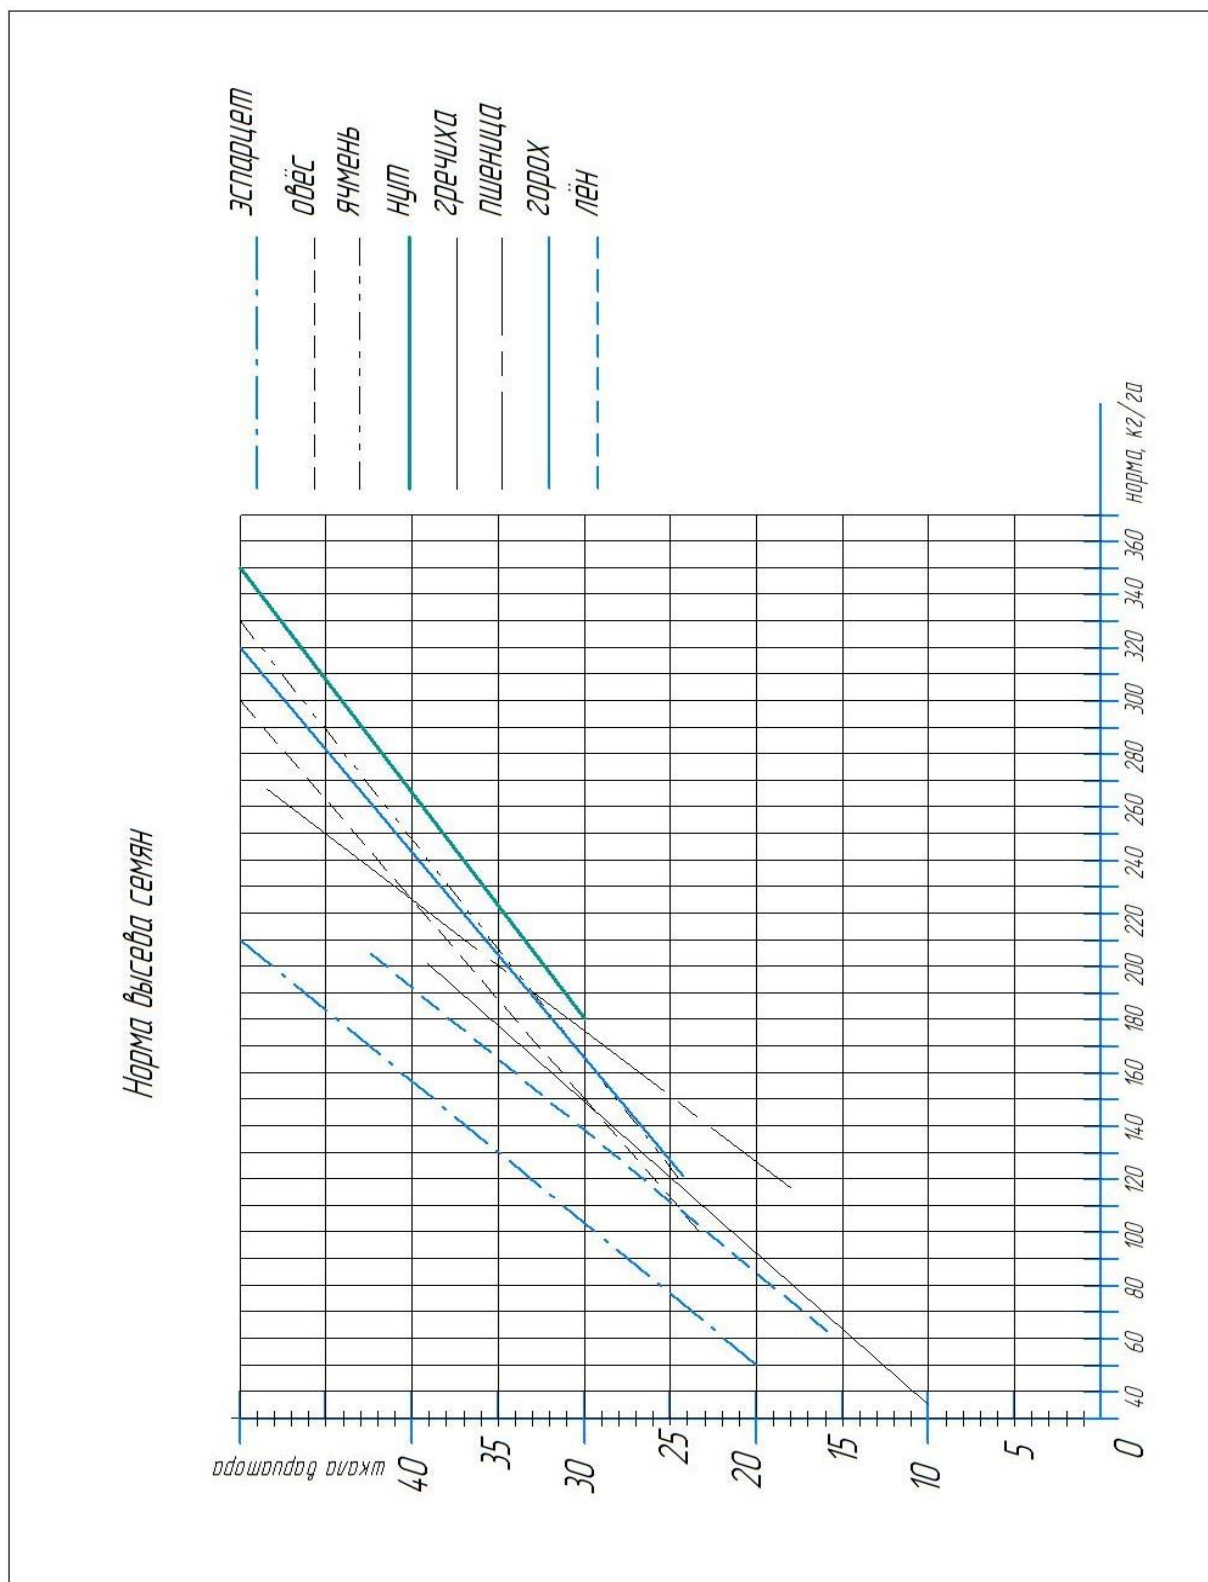
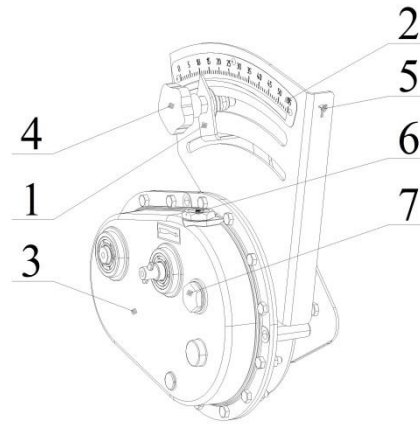
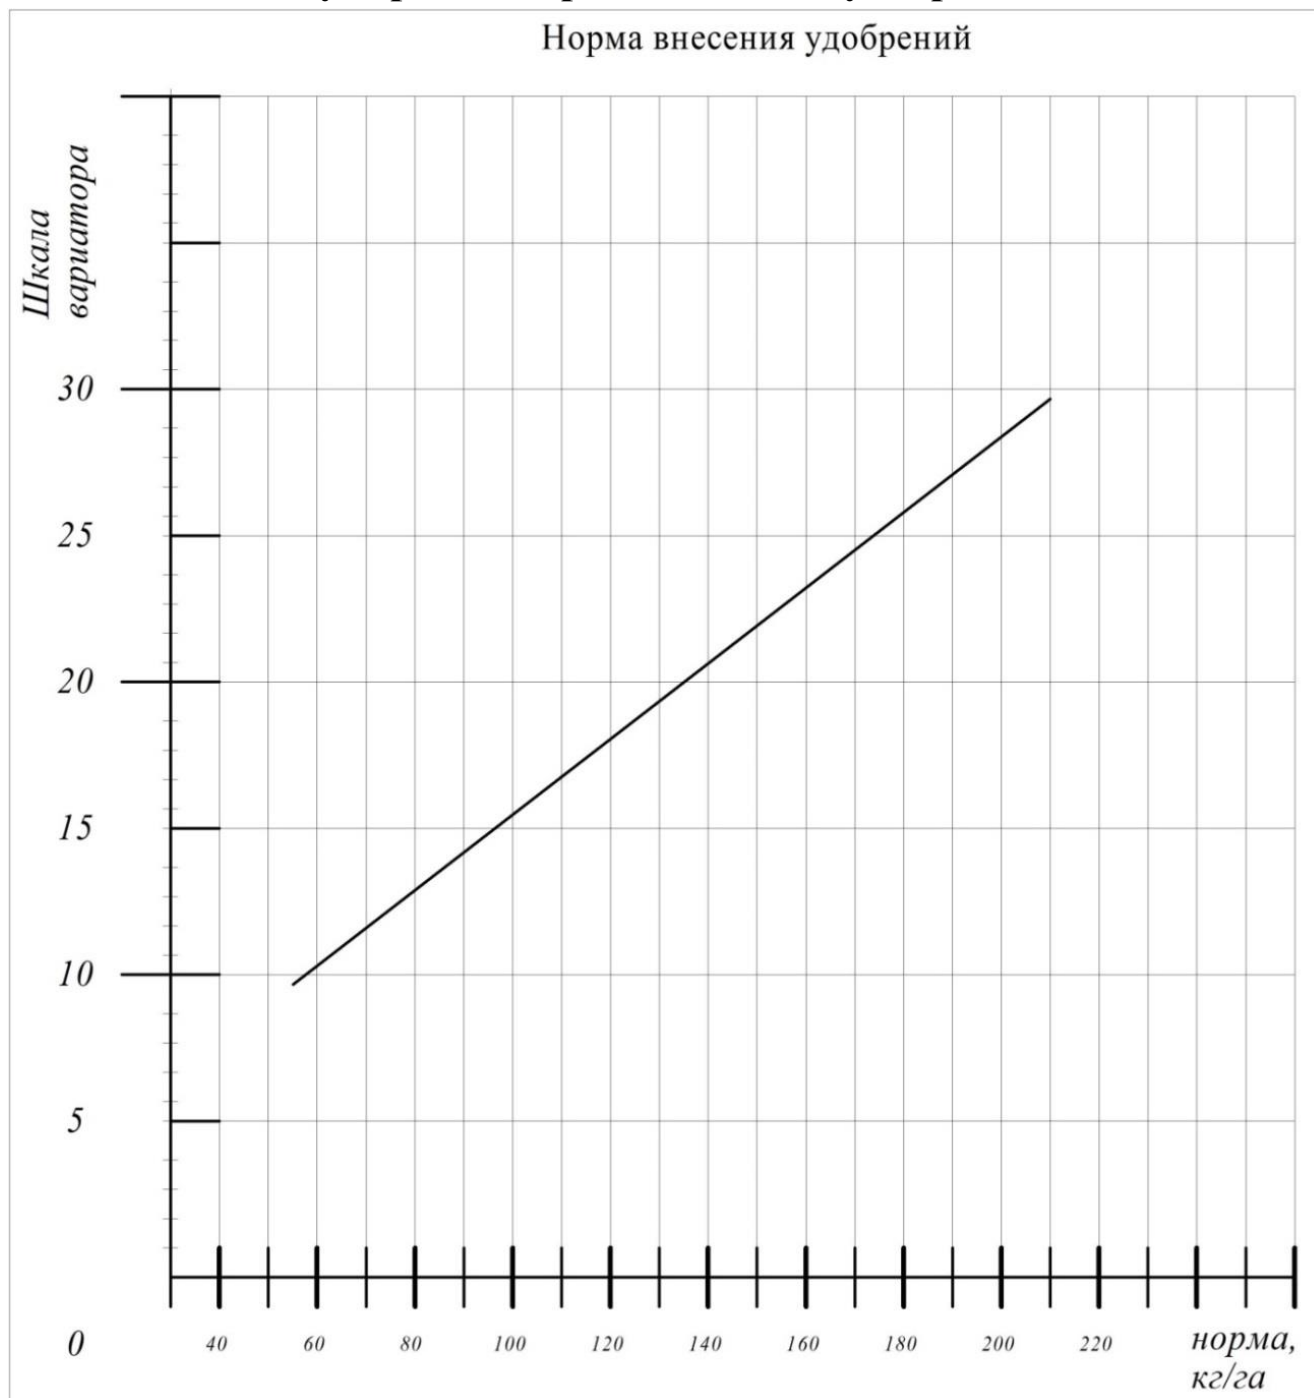
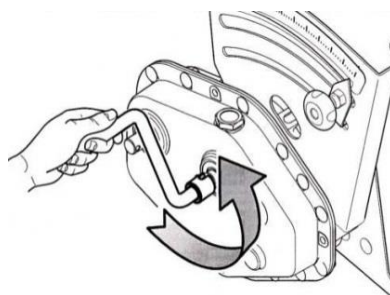

Рисунок 7 График нормы высева семян
Рисунок 8.Общий вид вариатора.
Рисунок 10. График нормы внесения удобрений.
Рисунок 11.
Установите рычаг (1) (рис. 10) в одно из двух положений. Для этого необходимо ослабить гайки, фиксирующие рычаг:
Для настройки нормы высева семян по графику (рис.7) определите числовое значение шкалы вариатора, соответствующее требуемой норме высева. Установите указатель (1) на шкале (2) вариатора привода зерновых катушек (3) (рис. 8) на необходимое деление.
Решение: Найти на оси «норма» графика (рис. 7) значение 200, подняться вверх до пересечения с линией графика «пшеница». От точки пересечения, проведённой нами линии с линией графика провести горизонтальную линию. Этим мы определим положение указателя (1) на шкале (2) вариатора (3). В данном примере необходимое деление «35».
Если при проверке окажется, что семян высеивается меньше или больше требуемой нормы, повторить прокрутку, изменив положение указателя (1) (рис. 8) на шкале (2) вариатора (3). Проверку осуществлять до достижения необходимой нормы.
Для настройки нормы высева удобрений, по графику (рис.10) определите числовое значение шкалы вариатора, соответствующее требуемой норме внесения удобрений. Установите указатель (1) на шкале (2) вариатора привода катушек туков (3) (рис. 8) на необходимое деление.
Решение: Найти на оси «норма» графика значение 170, подняться вверх до пересечения с линией графика «удобрения». От точки пересечения проведённой нами линии с линией графика провести горизонтальную линию. Этим мы определим положение указателя (1) (рис. 8) на шкале (2) вариатора (3). В данном примере необходимое деление «25».
! Прокрутите вариатор привода катушек туков (3) (рис. 8) рукояткой (прилагаемой к сеялке) против часовой стрелке 14 оборотов (рис. 11).